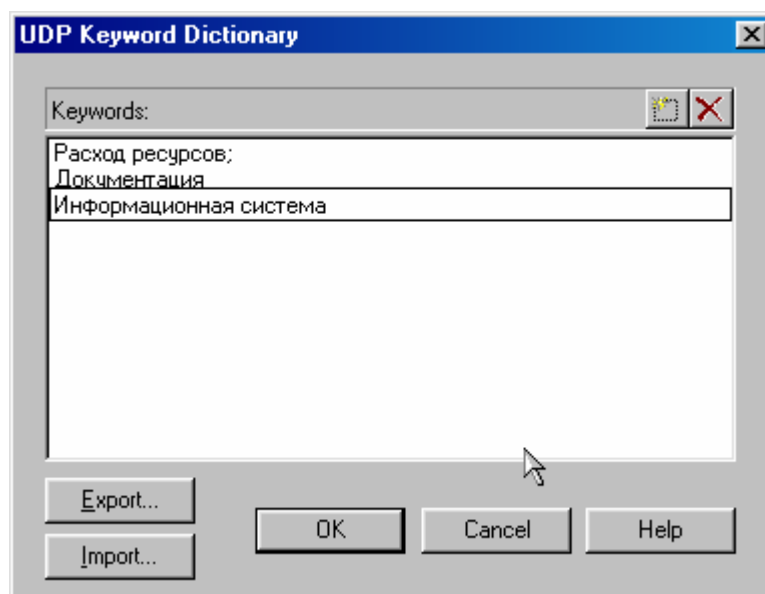

Рисунок 11.1 – Словарь ключевых слов *UDP*
1. Перейдите в меню *Dictionary/UDP Keywords* и в диалоговом окне *UDP Keyword Dictionary* внесите ключевые слова *UDP (User Defined Properties - Свойства Определяемые Пользователем)* (рисунок 11.1):